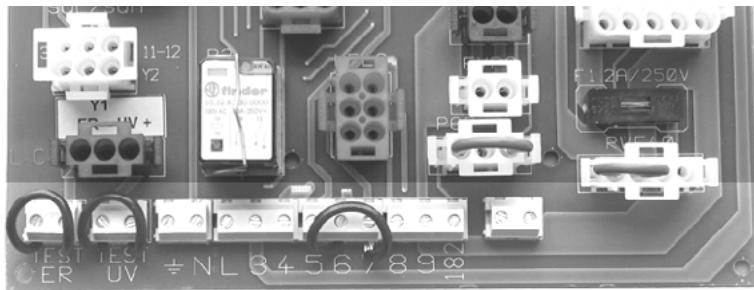
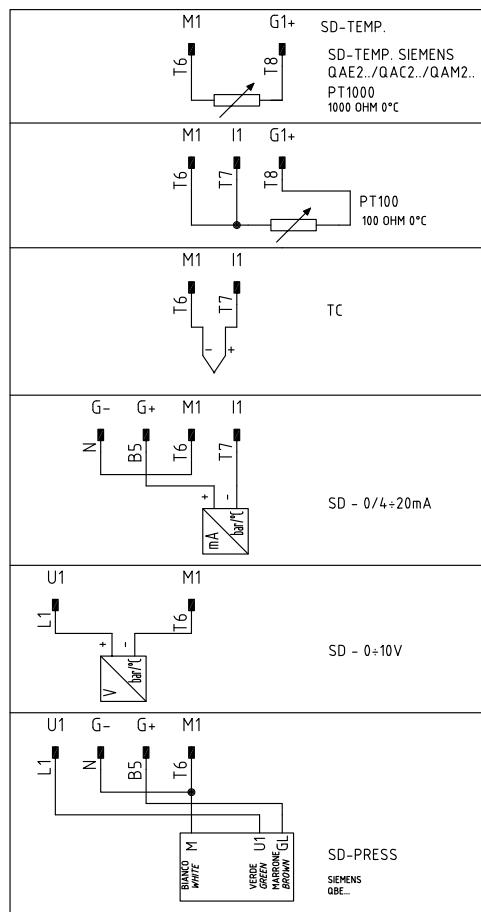

Рис. 16: Клеммник MA подключения на печатной плате
Рис. 18: Соединение датчиков
По подключениям см. клеммник на Рис. 16
1). Подсоединить провода, относящиеся к разрешительному сигналу от котла к горелке, на следующие компоненты (Рис. 16, Рис. 18)
2). Подсоединить провода, относящиеся к разрешительному сигналу от котла к горелке, на следующие компоненты (Рис. 16, Рис. 18)
3). В случае с модулирующими горелками, клеммы 5,6 и 7 клеммника MA горелки уже подсоединенены с модулирующему регулятору (мод. RWF 40). С электроцифта выходит 4-х полюсная вилка, предназначенная для подключения датчика температуры или давления (см. Рис. 18)